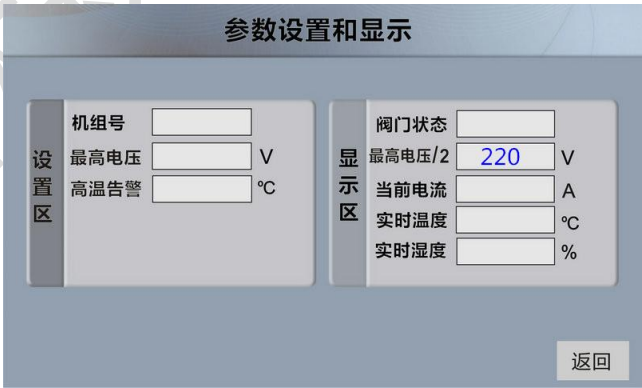

图 3.3 文本控件显示
(3) 文本显示。若用户需要在图 3.3 中当前电压显示数字 220，假设画面 ID 为 1，文本控件 ID 为 7，则用户主机发送指令如下：